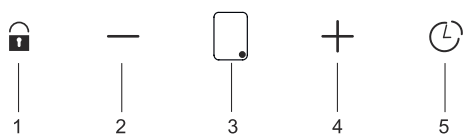

Abb. 17: Stufenregler vom Gebläse
- 2.** Erhöhen Sie die Gebläsestufe indem Sie die '+' Taste drücken (Abb. 17/4).
- 3.** Reduzieren Sie die Gebläsestufe indem Sie die '-' Taste drücken (Abb. 17/2).